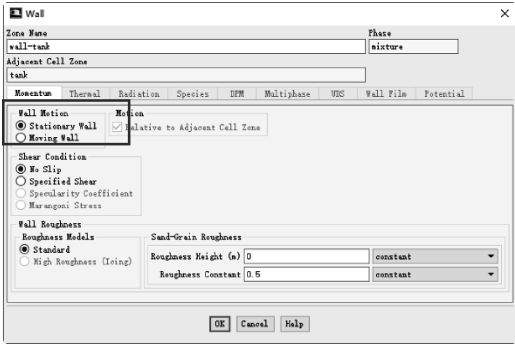

图 11-17 墙壁面边界
(3) 单击 Ribbon 功能区【Setting Up Physics】→【Zones】→【Boundaries…】→【wall-tank】→【Phase】= Mixture，【Type】→【wall】→【Edit…】，从弹出的对话框中设置【Wall Motion】= Stationary Wall，其他默认，单击【OK】关闭窗口，如图 11-17 所示。